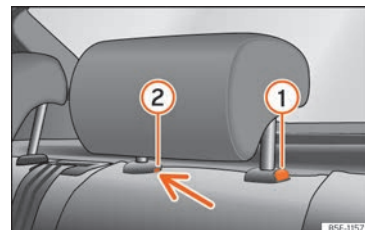

Fig. 68 Tetiera spate: demontarea.
- Apăsăți butonul »» fig. 68 ①, în timp ce apăsați simultan pe orificiul de siguranță ② cu o șurubelniță cu cap plat de lățime maximă de 5 mm și scoateți tetiera.